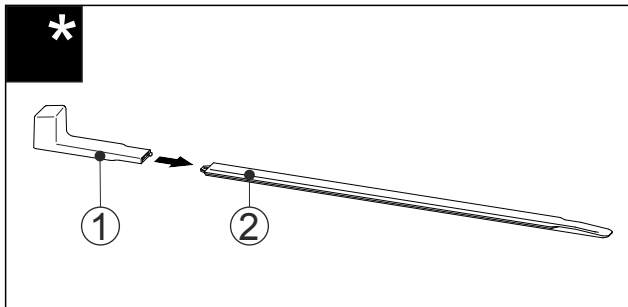

Fig. 60
- Futni dorezën e montimit Fig. 60 (1) në shinën e nivelimit Fig. 60 (2).